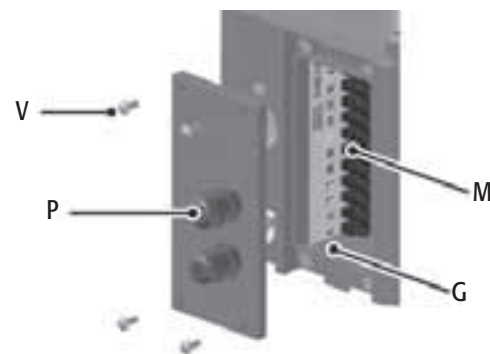

Fig. 2.t
**Wiring humiDisk65** (Fig. 2.u):